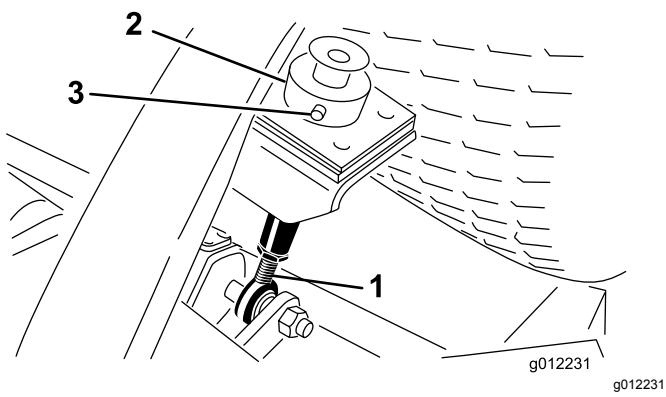
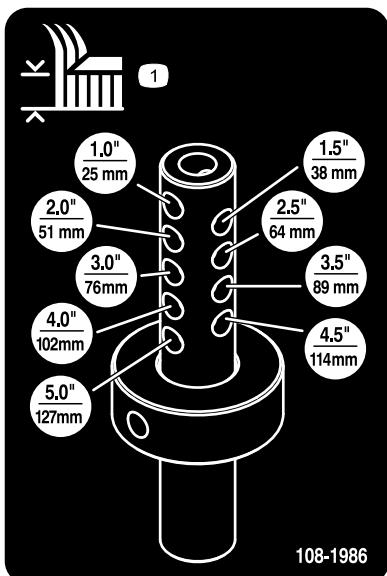

Bild 8
Bild 9
5. Nehmen Sie den Lastösenbolzen und den Splint ab, mit denen der Schnitthöhenstellring hinten am Mähwerk an der Schnitthöhenstange befestigt ist (Bild 8).
6. Fluchten Sie den Schnitthöhenstellring mit den gewünschten Schnitthöhenlöchern an der Schnitthöhenstange aus (Bild 8 und Bild 9).